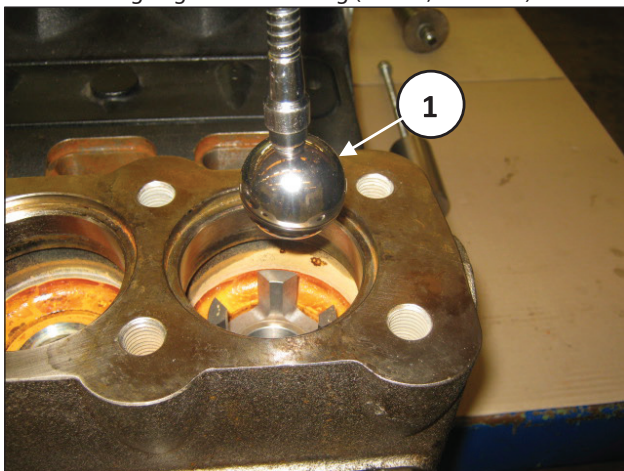

Abb. 104
- D) Entnehmen Sie die Kugeln mit einem Magnet oder einem anderen geeigneten Werkzeug (Pos. ①, Abb. 104).